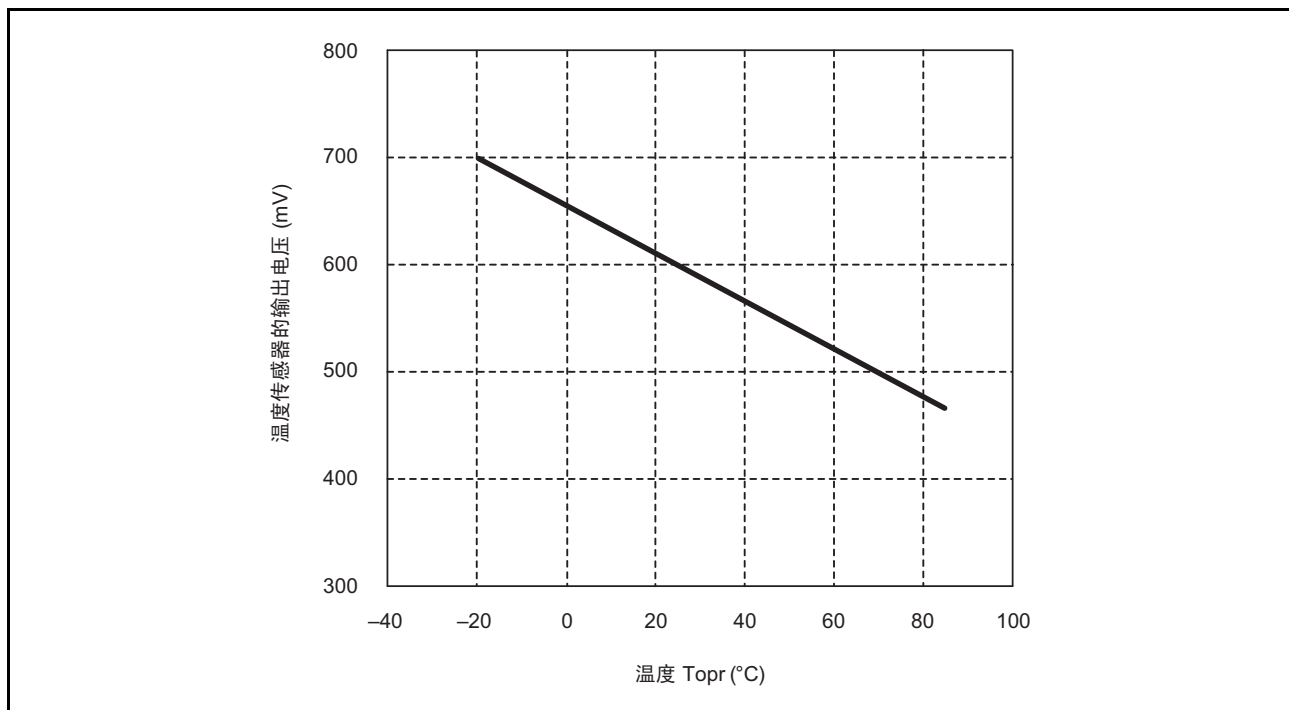

图 26.10 温度传感器输出电压的温度特性（典型特性）
温度传感器的性能和温度传感器输出电压的温度特性（典型特性）分别如表 26.9 和图 26.10 所示。
- 因为在温度传感器输出电压的 A/D 转换结果中包含温度传感器输出电压的偏差和 A/D 转换器的绝对精度误差，所以对于温度传感器的性能（参照表 26.9）和温度特性（典型特性）（参照图 26.10）有可能产生误差。